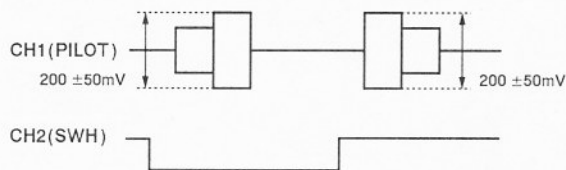

Fig. 6-7
- 3). Check that the 130 kHz pilot signal are $200 \pm 50 \text{ mV}$ for head A and head B. (Refer to Fig. 6-7)
- 3). 130kHz のパイロット信号レベルが $200 \pm 50 \text{ mV}$ であることを A ヘッド、B ヘッドについて確認する。(図6-7 参照)